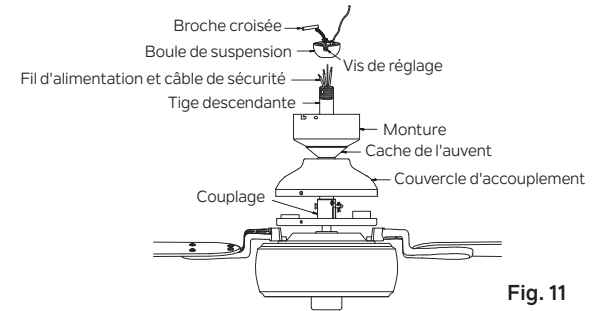

Fig. 11
**Étape 8.** Glissez le couvercle du couplage, le cache de l'auvent et l'auvent sur la tige descendante. (Fig. 11)